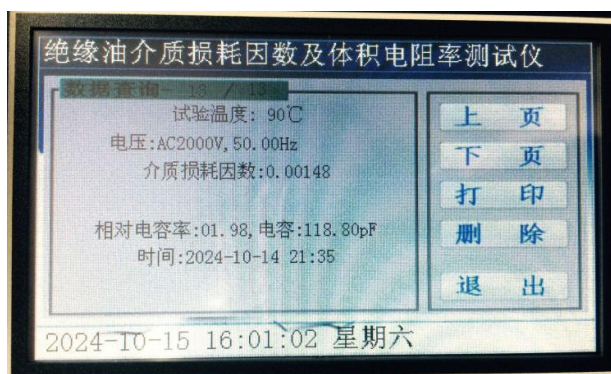

图 10
8、点击图 3 中的数据查询，进入图 10 界面，点击上页和下页进行翻阅，也可以点击打印，对数据进行打印；还可以点击删除键对数据进行删除，按退出键退回到主界面。